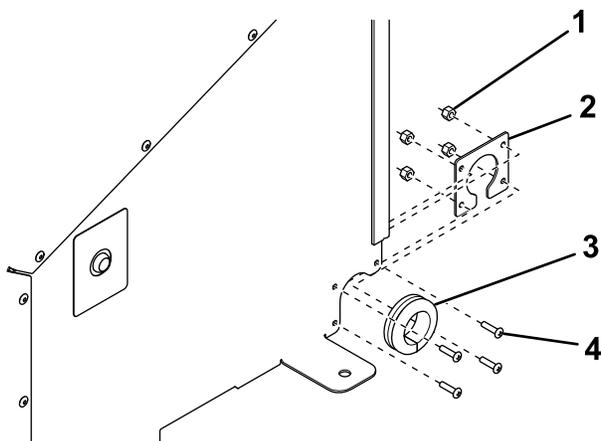

Bild 4
9. Setzen Sie die Gummitülle in die Gummitüllenplatte ein (**Bild 4**).